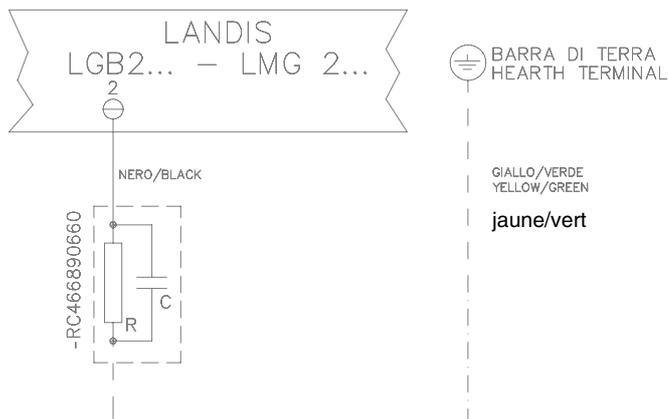

Fig. 42
* dans ces cas insérer un circuit RC (voir Fig. 42).